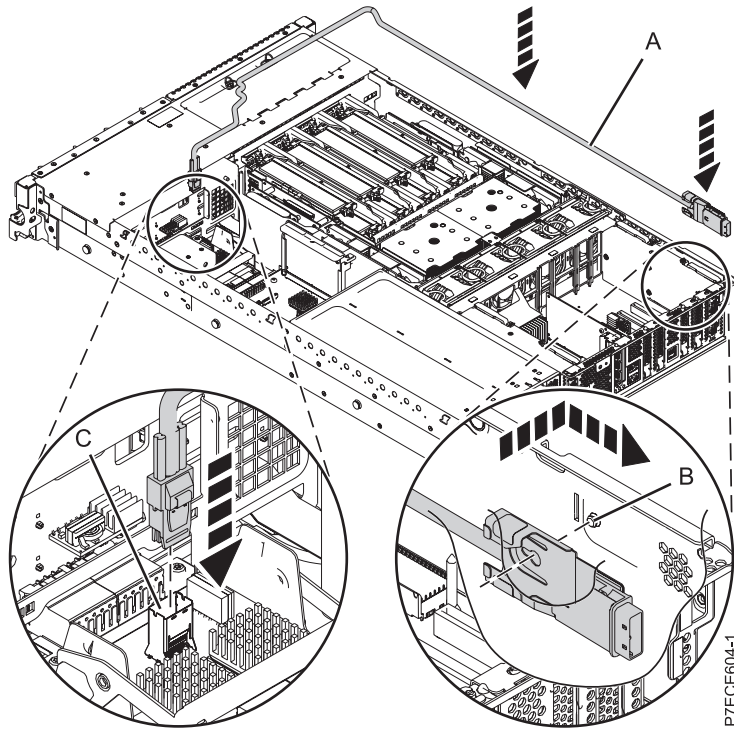

Figure 60. Remise en place du câble SAS
- 1) Enfoncez le mini-connecteur SAS du câble SAS dans le port de connexion SAS interne (C) de l'interposeur de stockage jusqu'à ce qu'il soit enclenché. Voir figure 60, à la page 69.
- 2) Faites passer le câble (A) devant le compartiment de la carte d'extension, puis le long du canal sur la face latérale jusqu'à ce que le connecteur du port SAS soit près de l'ouverture située à l'arrière du châssis.
- 3) Alignez et guidez l'emplacement du support du connecteur de port SAS (B) au-dessus du tenon dans le châssis, puis faites glisser le connecteur de port SAS dans l'ouverture située à l'arrière du châssis jusqu'à ce que la patte du support soit en place.